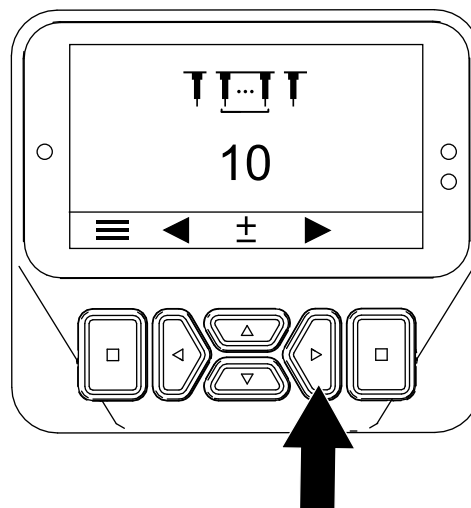

Figura 50
7. Prima o botão direito para mostrar o ecrã que permite configurar a quantidade de dentes (Figura 50).